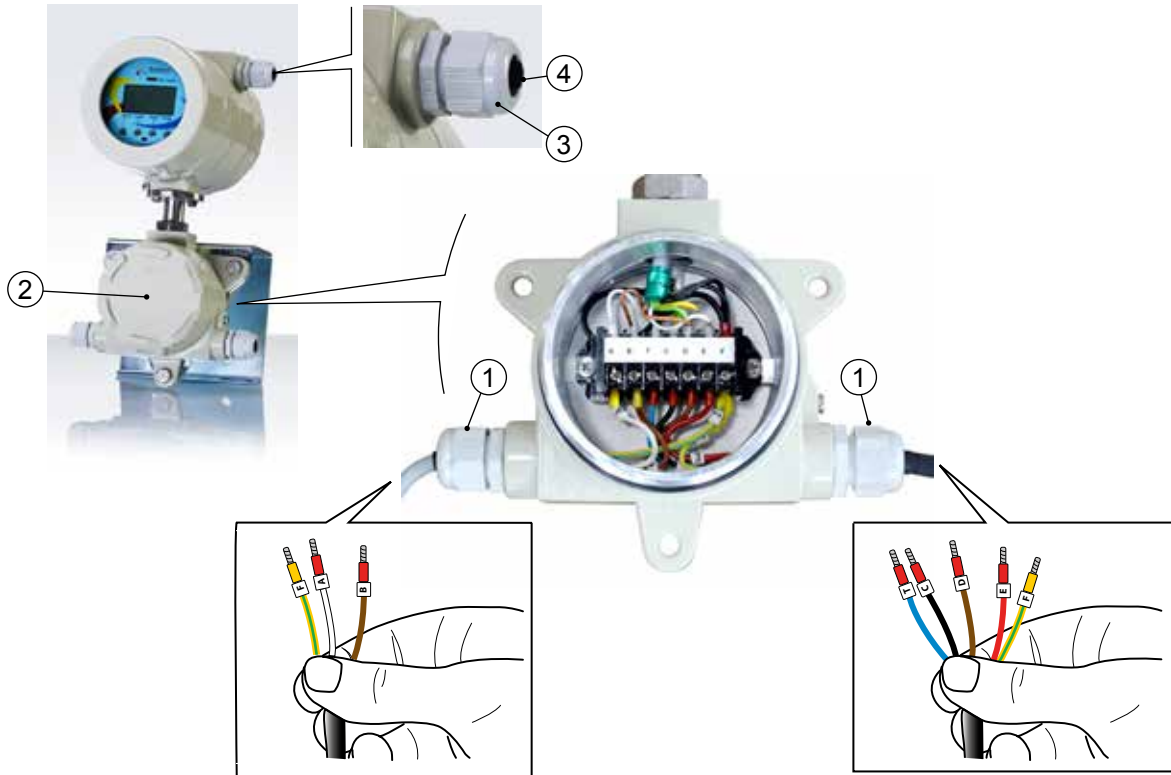

Fig. 24 Identification des câbles et des bornes de raccordement
- i** Tous les câbles d'alimentation et câbles de signaux à raccorder au bornier de la boîte de dérivation (dans le cas de la version séparée) sont préalablement identifiés par le fabricant par l'application de pinces spéciales numérotées qui facilitent l'identification des bornes de raccordement correctes (Fig. 24).
- ⚠** **ATTENTION** : après avoir effectué toutes les connexions nécessaires, assurez-vous de bien serrer les presse-étoupes (ex. 1, Fig. 24) et le capot (2, Fig. 24) de manière à garantir l'isolation des câbles et des cartes électriques/électroniques de l'humidité et de l'eau dans le cas où le convertisseur est installé à l'extérieur.
- ⚠** Tous les presse-étoupes non utilisés (ex. 3, Fig. 24) doivent toujours être fermés avec les rondelles d'étanchéité correspondantes (es. 4, Fig. 24).
- ⚠** Les presse-étoupes utilisés (ex. 1, Fig. 24) conviennent à l'utilisation de câbles multiconducteurs d'un diamètre minimum de 5 mm jusqu'à un diamètre maximum de 12 mm (ex. 4, Fig. 24).